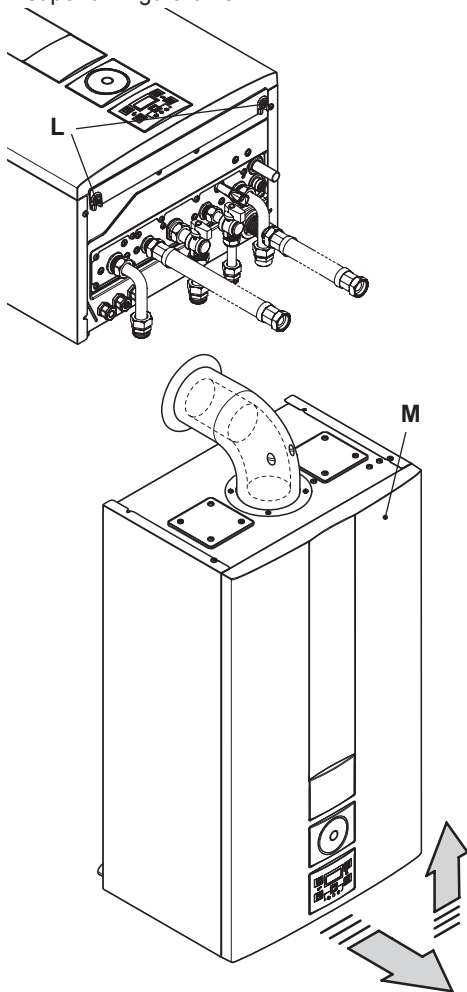

Figura 5.18
- Svitare le viti **L** e rimuovere il pannello frontale **M** tirandolo a sé e quindi spingendolo verso l'alto in modo da liberarlo dalle sedi superiori Figura 5.18.